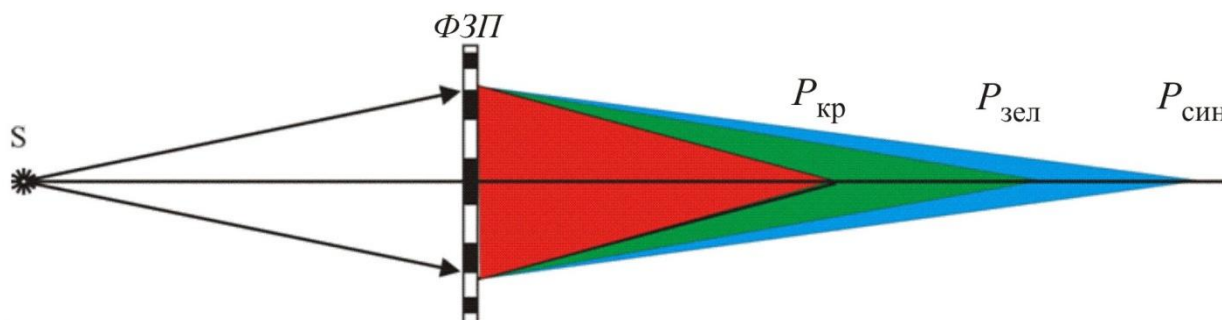

Рис.6. Хроматизм зонной пластинки
Выше было отмечено, что ФЗП обладает сильным хроматизмом: для разных длин волн она имеет разные фокусные расстояния (см. формулу (2)). Если свет неоновой лампы направить на ФЗП, то после нее световые волны разной длины волны соберутся в разных точках P_i (рис.6).